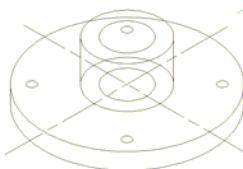

图 11-157 复制并连接
- 10 单击【修改】工具栏上的按钮激活【复制】命令，分别将刚绘制的轴测同心圆垂直向上复制 25 个绘图单位，并使用【直线】命令，连接上下轴测圆，结果如图 11-157 所示。